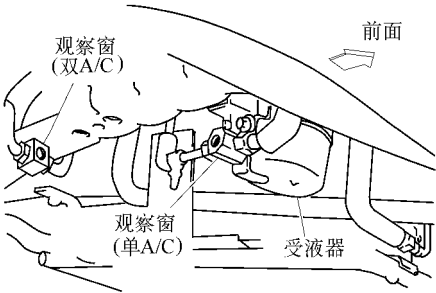

图 19-28 观察受液器观察窗
- (1) 在 2000r/min 左右运转发动机。
- (2) 在冷气最强的状态下开动 A/C 数分钟。
- (3) 检查制冷剂的数量。主要观看受液器上观察窗，如图 19-28 所示。其数量见表 19-4 的情况。